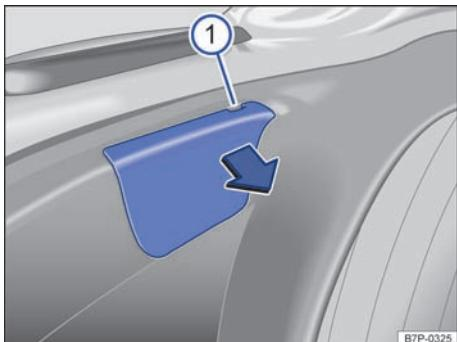

图 277 在尾门内：取下盖板
3.	用随车工具中的螺丝刀的扁平工具头将盖板从凹槽处小心地撬下 ⇒ 图 277 ①。
8.	安装盖板 ①。盖板必须卡止并固定。